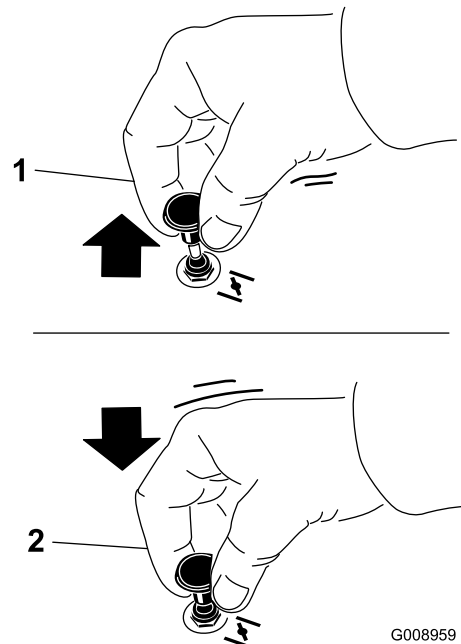

Bild 22
1. Ziehen Sie das Choke-Handrad heraus, um den Choke zu aktivieren, bevor Sie das Zündschloss verwenden (Bild 22).
2. Drücken Sie das Chokehandrad herein, um den Choke zu deaktivieren, wenn der Motor angesprungen ist (Bild 22).